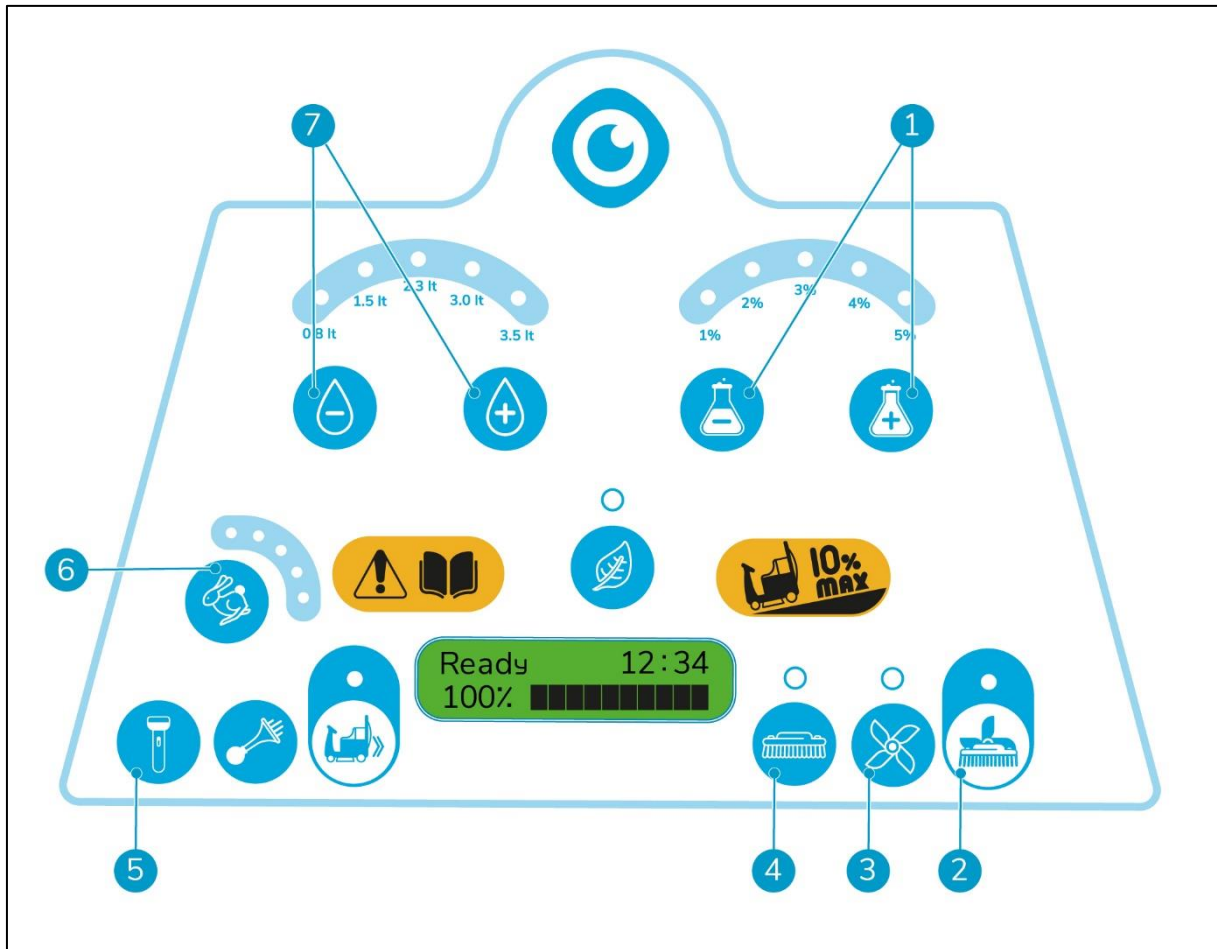

Figura 26
1. Elige la cantidad de agua que vas a utilizar. Pulsa los botones táctiles de agua (Figura 26, pos. 7) para usar más o menos agua. Consulta los cinco niveles distintos en la sección 2.1.
3. Pulsa los botones táctiles de detergente (Figura 26, pos. 1) para usar más o menos detergente. Consulta los cinco niveles distintos en la sección 2.1.
- motor de los cepillos de disco activado o desactivado, ON/OFF (Figura 26, pos. 4)
- motor de la aspiradora activado o desactivado, ON/OFF (Figura 26, pos. 3)
- motor de los cepillos de disco y de la aspiradora activados o desactivados, ON/OFF (Figura 26, pos. 2)
5. Enciende las luces de trabajo (Figura 26, pos. 5).
6. Elige la velocidad (Figura 26, pos. 6).